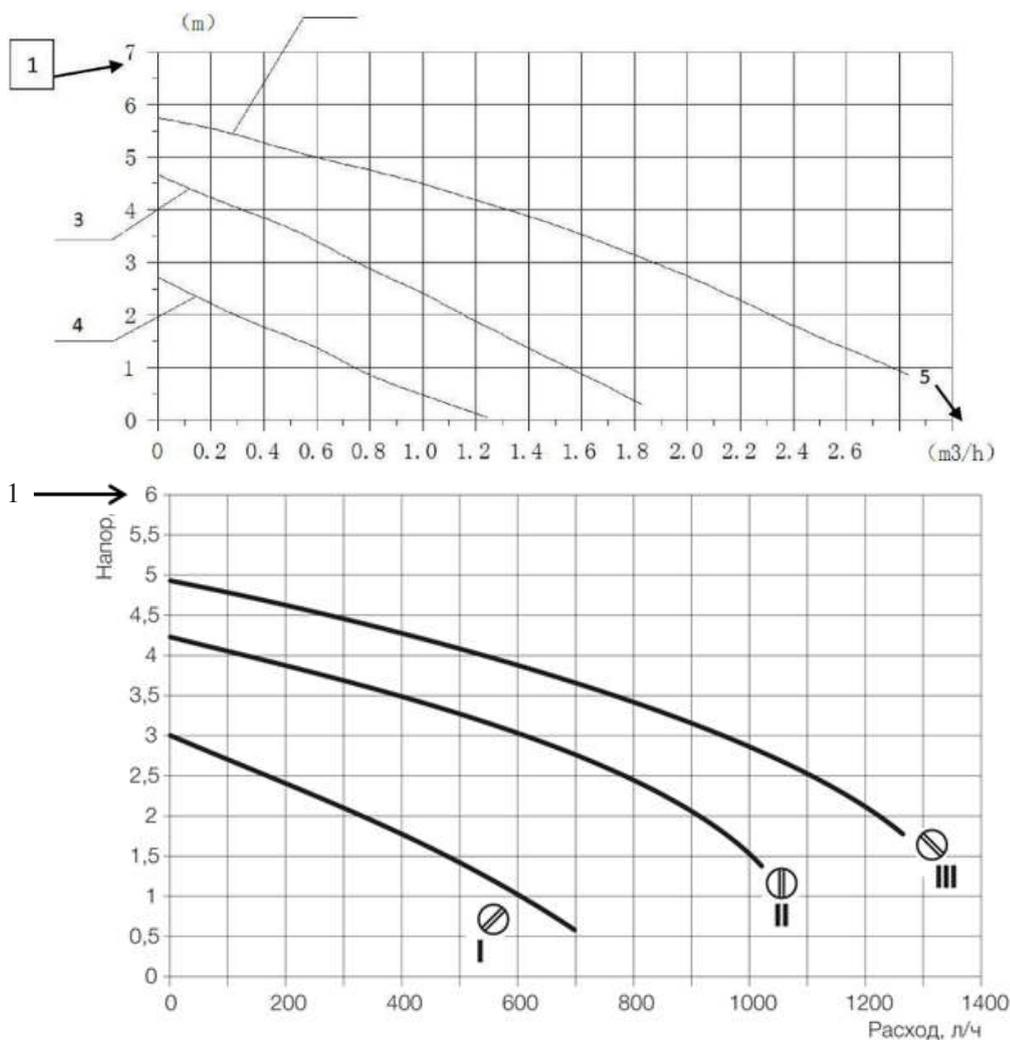

Рис. 7
3.8 Диаграмма характеристик циркуляционного насоса (рис. 7)